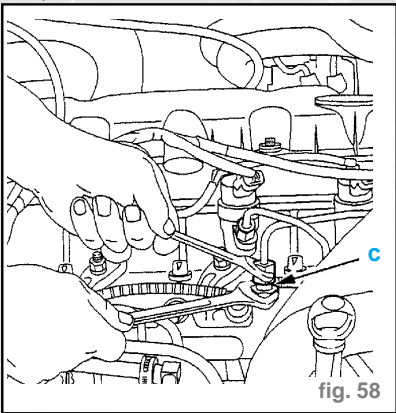

fig. 58
- Appliquer un contre-couple en (c) (fig. 58).